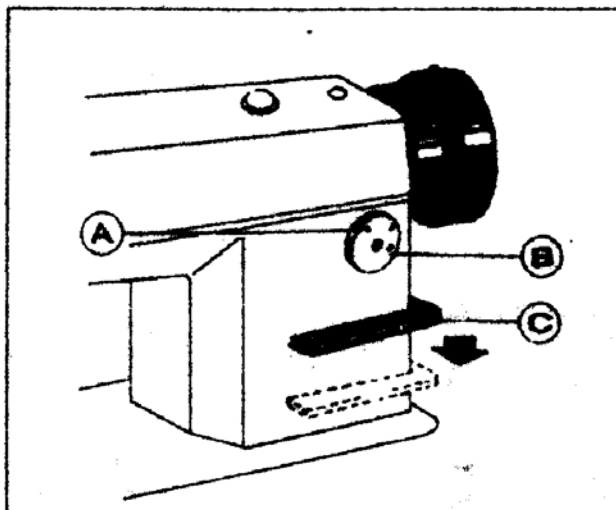

Рис. 8
10. Установка длины стежка и обратная подача (рис.8)